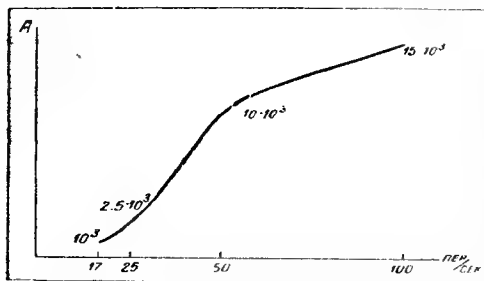

Рис. 4. Частотная характеристика усилителя
- 2) частотная характеристика усилителя должна иметь форму, показанную на рис. 4.